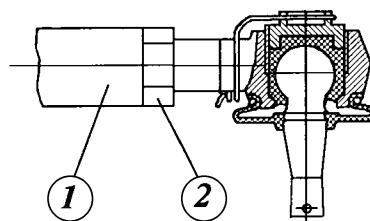

Рис.101
- при необходимости произведите регулировку сходимости изменением длины тяги 1, предварительно ослабив затяжку контргаек 2 (рис.101).